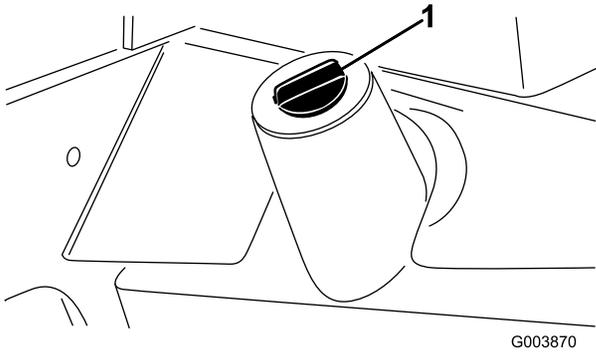

Figure 71
2. Placez un grand bac de vidange sous le bouchon de vidange du réservoir de liquide hydraulique (Figure 71).
Retirez le bouchon de vidange au bas du réservoir et laissez l'huile hydraulique s'écouler dans le bac de vidange (Figure 71).